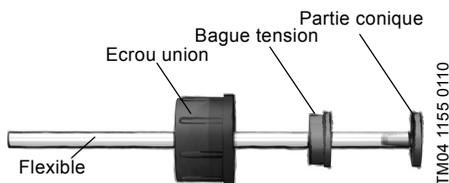

Fig. 6 Raccordement hydraulique
2. Pousser la partie conique entière dans la tuyauterie, voir fig. 6.